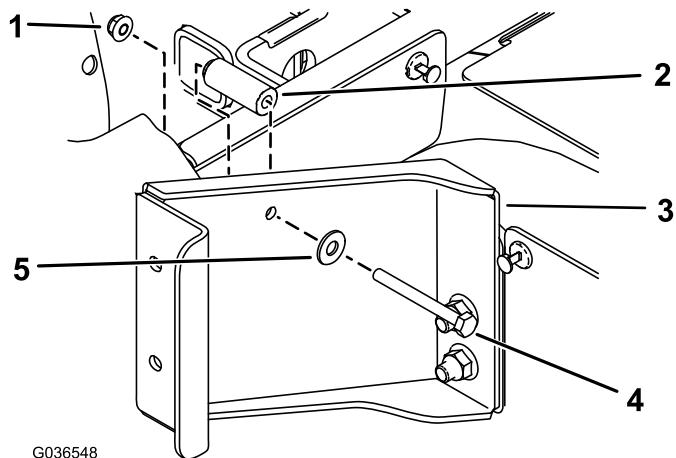

图2
- 如图2所示，用1个六角头螺栓（1/4 x 2 1/2 英寸）、1个扁平垫圈（5/16 英寸）、1个隔片（9/32 x 5/8 英寸）和1个凸缘螺母（1/4 英寸）将支架固定到后座椅底座后面。